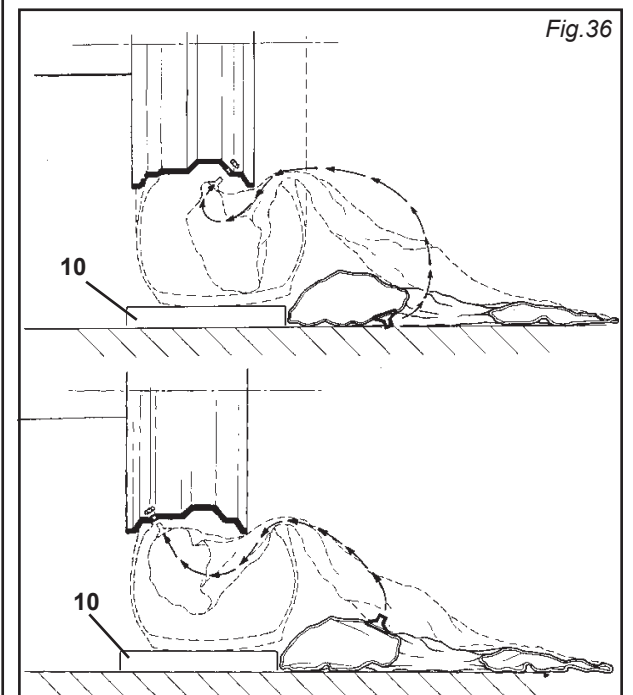

Fig. 36
N.B.: Il foro per la valvola può trovarsi in posizione asimmetrica rispetto al centro del cerchio. In questo caso è necessario posizionare ed introdurre la camera d'aria come indicato in fig. 36 Introdurre la valvola nel foro e fissarla mediante la sua ghiera.